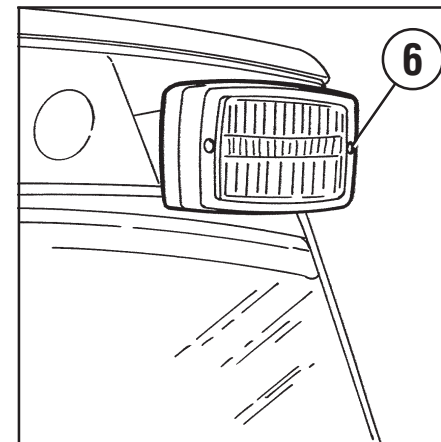

Abb. 60
- **Obere Scheinwerfer** (6 Abb. 60). Die zwei Glasbefestigungsschrauben abschrauben und die Lampen ersetzen.